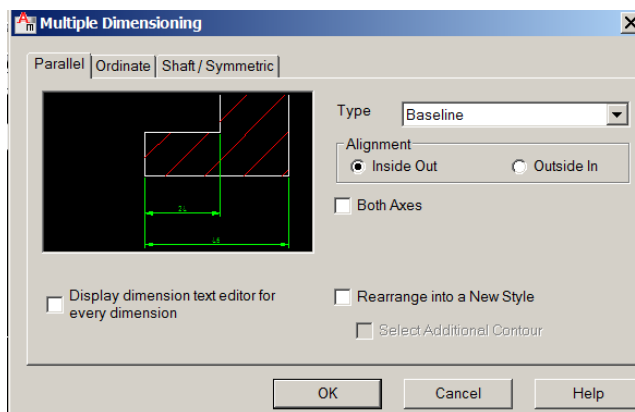

Рис. 4.28. Вікно команди множинних розмірів
**AMAUTODIM.** За допомогою командного рядка або діалогового вікна множинних розмірів (рис. 4.28) забезпечує генерацію паралельних (ланцюгових та зі спільною базою), координатних одноточкових, симетричних (валів) розмірів.